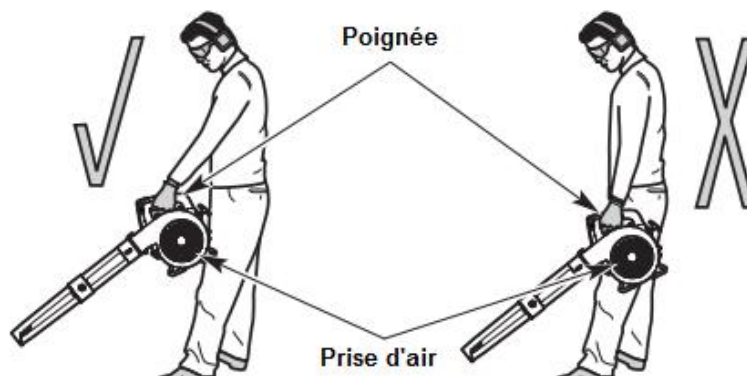

Fig. 8
- Mettez-vous en position de fonctionnement (Fig. 8). Tenez-vous droit. Ne vous penchez pas.
- Tenez l'appareil devant et loin de votre corps (Fig. 8).
Pour éviter des blessures graves ou des dommages à l'appareil, ne tenez pas l'appareil à vos côtés (Fig. 8). Le moteur peut être extrêmement chaud. Ne bloquez pas l'entrée d'air.